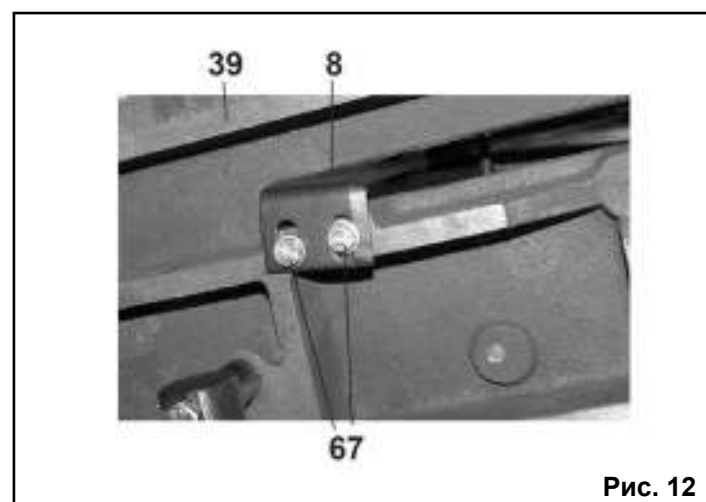
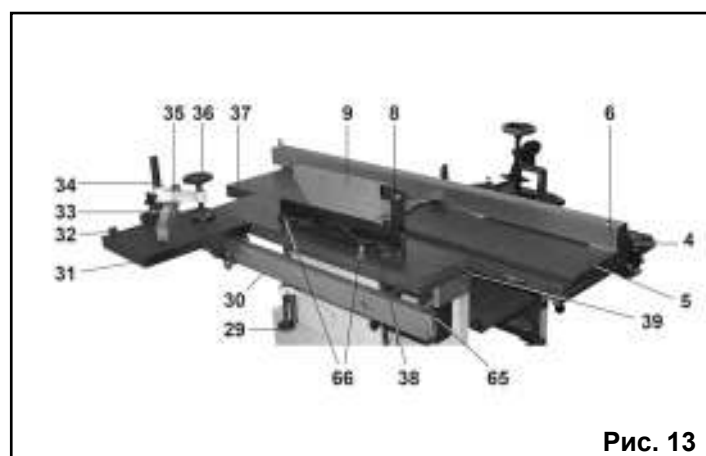

Рис. 12
Рис. 13
рассекатель (8), Рис. 12. На рассекателе (8) установите и закрепите защитный кожух (9), Рис. 13.
8.2.11. Установите направляющую (30) ограничительными винтами (65) вверх. Выкрутите ограничительный винт (65), на направляющую (30) установите подвижный стол (31), установите ограничительный винт (65), Рис.13. При необходимости отрегулируйте положение подвижного стола (31).
стойку (34), на стойку (34) установите угловой упор (33) и прижимное устройство (35), Рис.13.
8.2.13. На распиловочном столе (39), в соответствии с выбранным расстоянием, строго параллельно плоскости пильного диска (7) установите и закрепите двумя ус-
тановочными винтами (66) направляющий упор (38). В зависимости от предстоящей операции: продольного пиления или торцевого пиления с использованием подвижного стола (31), направляющий упор (38) установите с левой или с правой стороны пильного диска (7), Рис. 13.
Со стороны стола подачи (37) направляющую планку (6) закрепите барашковой гайкой (72) фиксатора (73), Рис. 13 - 15.